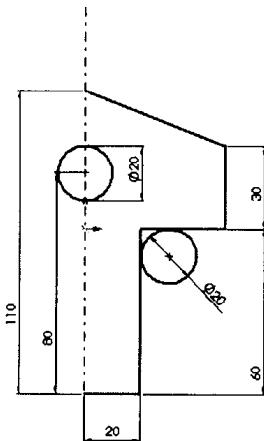

图 1-3 中心线和直线
- (1) 首先选择“中心线”，画一条垂直中心线，然后选择“直线”命令绘制如图 1-3 所示的图形。